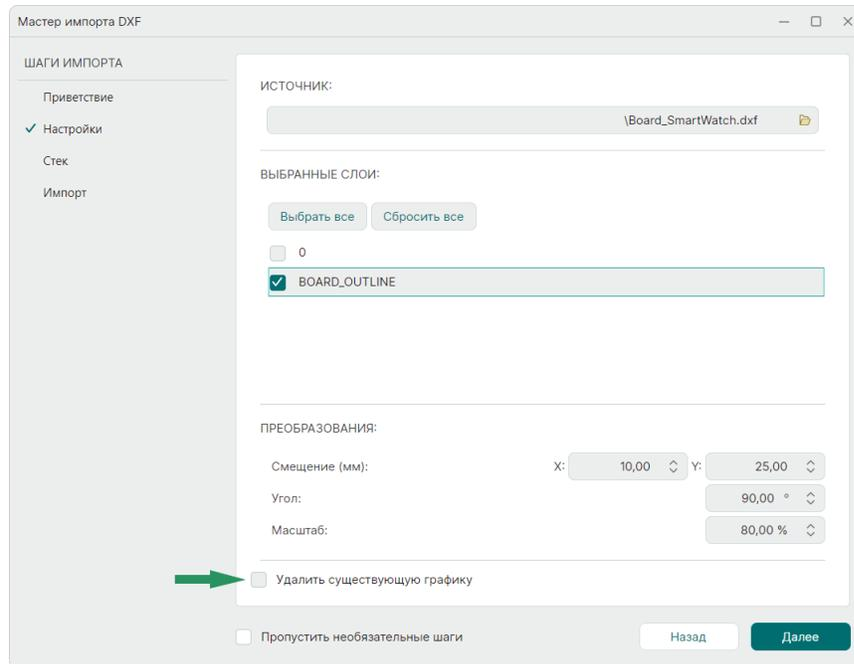

Рис. 95 Преобразование графических объектов
5. При необходимости внесения изменений в импортируемые объекты установите соответствующие параметры в разделе «Преобразования» и нажмите «Далее», см. Рис. 95.